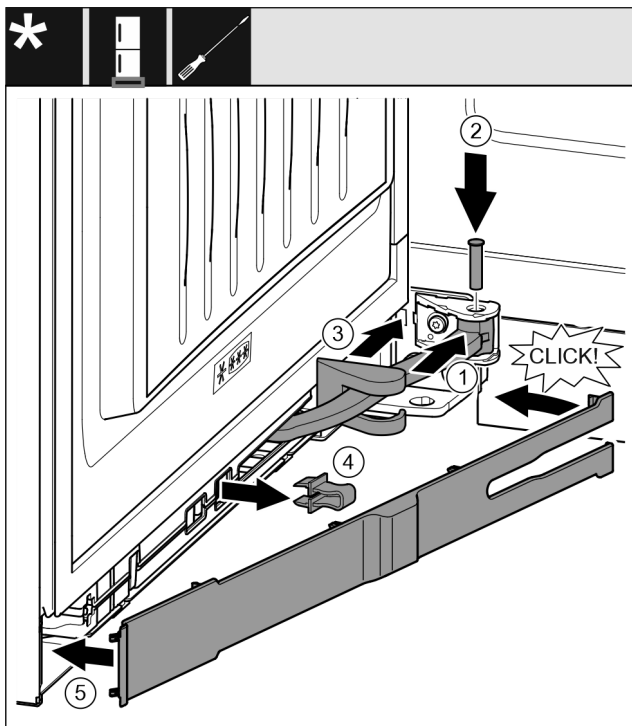

Fig. 67
- ▶ Gelenk Fig. 67 (1) in Aufhängung drehen.
- ▶ Bolzen Fig. 67 (2) mit einem Schraubendreher in Aufhängung und Gelenk einsetzen. Dabei darauf achten, dass der Rastnocken korrekt in der Nut sitzt.
- ▶ Lagerbockabdeckung Fig. 67 (3) entlang des Gelenks schieben und über der Aufhängung montieren.
- ▶ Sicherung Fig. 67 (4) abnehmen.
- ▶ Blende Fig. 67 (5) griffseitig ansetzen und einschwenken.